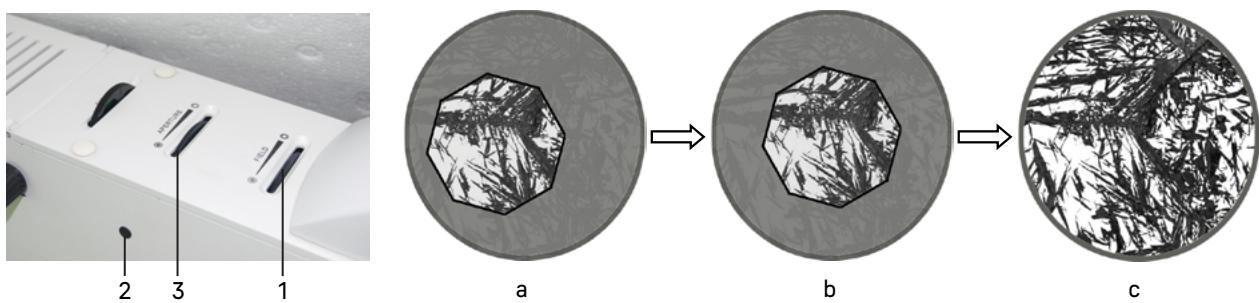

Рис. 11. Настройка освещения по Кёлеру
2. Откройте апертурную диафрагму **3** и закройте полевую диафрагму **1**, в поле зрения появится светлое пятно, как показано на рис. 11.